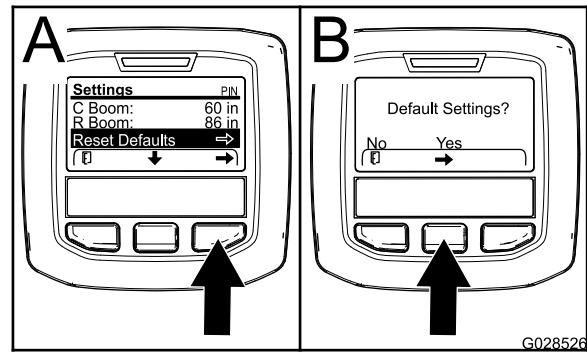

Bild 74
- Drücken Sie die mittlere Auswahltaste, um auf den Eintrag „Reset Default“ zu navigieren (Bild 74).
- Drücken Sie auf dem Bildschirm „Default Settings“ die linke Auswahltaste für NEIN oder die rechte Auswahltaste für JA (Bild 74).